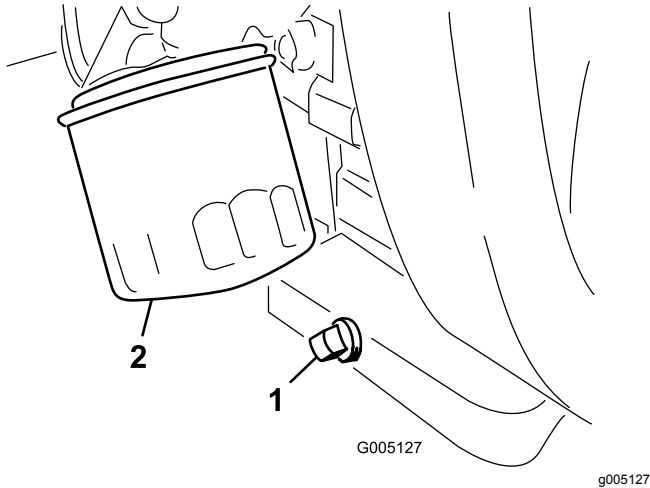

图28
1. 拆下排油塞图28让油流入放油盘。油不再流时安装排油塞。
2. 拆下机油滤芯图28。